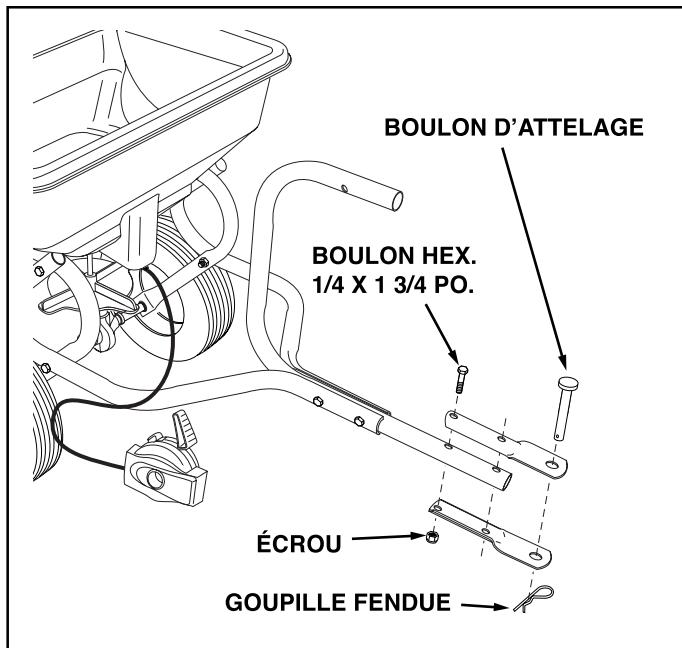

FIGURE 3
4. Montez les supports de fixation de l'attelage sur le tube de commande de l'attelage en utilisant deux boulons hexagonaux de $1/4 \times 1 \frac{3}{4}$ po. et deux écrous. Serrez. Voir la Figure 3.
5. Montez le boulon d'attelage dans les supports de fixation et fixez-la avec la goupille fendue de $1/8$ po. Voir la Figure 3.